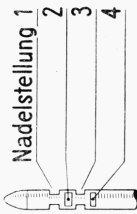

Abb. 1
1. die **Düsenadelstellung** im Vergaser, für den Normalbetrieb, von Rille 3 auf Rille 2 von oben. Die Abb. 1 zeigt den oberen Teil einer Düsenadel und die Lage der Nadelrillen nebst Bezeichnung der Nadelstellungen.